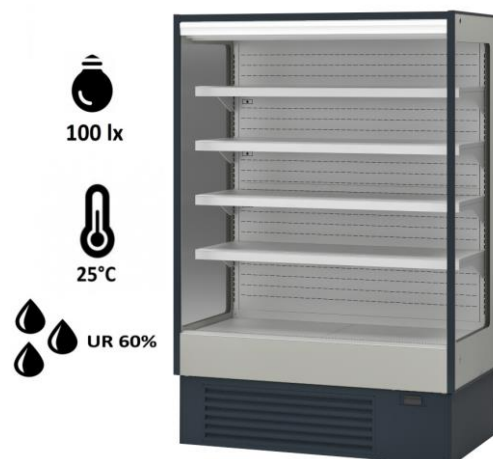

Abb. 2.2.2
- Für die Beleuchtung des Bereichs, in dem das Kühlmöbel aufgestellt wird, wird die Verwendung von Leuchtstofflampen empfohlen. Direkt auf das Möbel gerichtete Spots sind zu vermeiden (Abb. (Abb. 2.2.2))